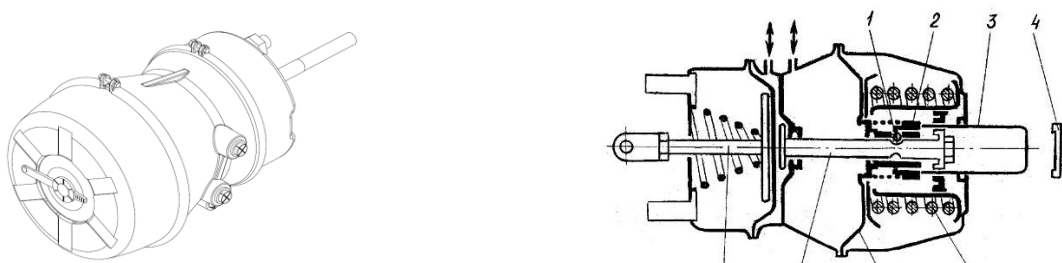

Рис. 1.14 – Тормозная камера с энергоаккумулятором
Перемещение диафрагмы при торможении определяется величиной зазора между колодками и тормозным барабаном (диском) и будет тем больше, чем больше этот зазор. Для крепления тормозных камер к кронштейнам к их корпусам приварены болты (6). Тормозная камера с пружинным энергоаккумулятором (18) (рис. 1.14) предназначена для приведения в действие тормозных механизмов второй и третьей осей (для типа 914296) или второй, третьей и четвёртой осей (для типов 914295) при включении рабочего и стояночного тормозов. Состоит из двух основных частей - силовой части (тормозной камеры) и пружинного энергоаккумулятора. Силовая часть работает независимо от пружинного энергоаккумулятора